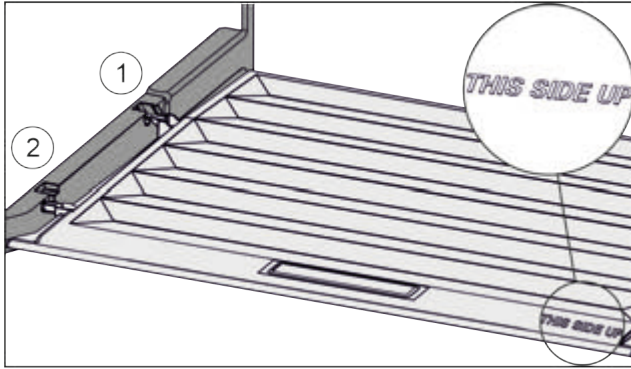

Fig. 125
- ▶ Вставити поперечні ребра через отвір заднього тримача Fig. 125 (1) і зафіксувати спереду у тримачі Fig. 125 (2).